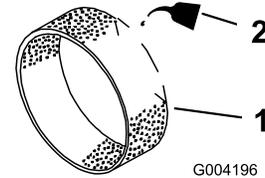

Figura 19
3. Ponga una o dos onzas (30-60 ml) de aceite en el pre-filtro (Figura 19).